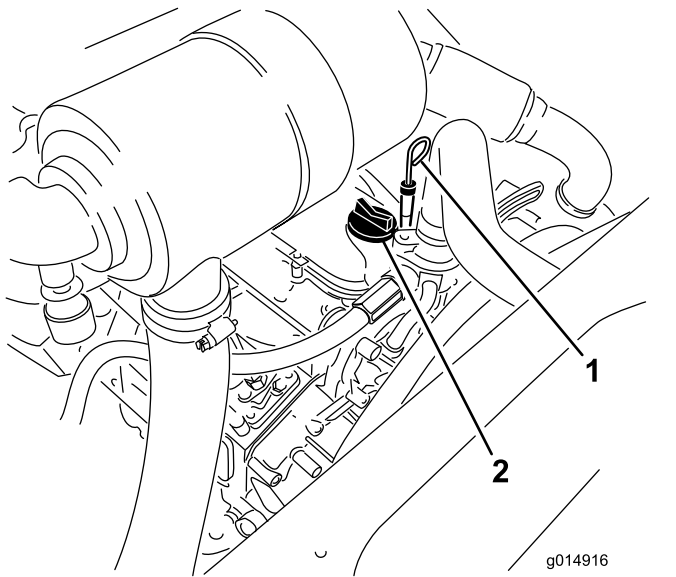

Figura 35
3. Togliete l'asta di livello, asciugatela e reinsertela (Figura 35).
5. Se l'olio non raggiunge la tacca di PIENO (Full), togliete il tappo di riempimento (Figura 35) e aggiungete olio finché il livello non raggiunge la tacca di PIENO. **Non riempite troppo.**